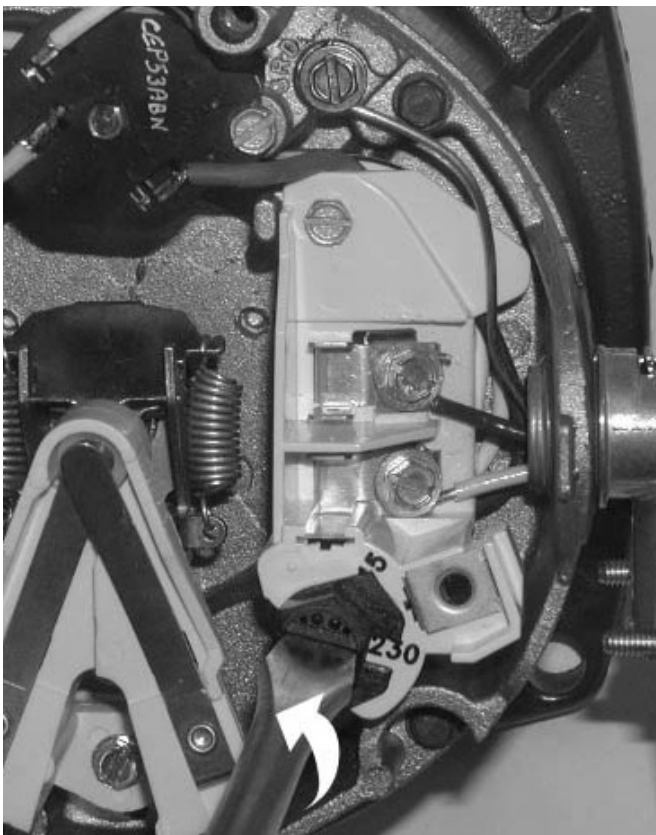

Figura 3 – Cambio de la configuración de tensión
- Paso 7. Conecte los conductores que llevan la corriente a los bornes L1 y L2 bajo el techo del motor. Cuando cambie el motor, inspeccione el diagrama de cableado en la placa de fábrica del motor contra la Figura 3. Si el diagrama de cableado del motor no corresponde a ninguno de los diagramas en la Figura 3, siga el diagrama en el motor.
IMPORTANTE: Los modelos monofásicos de 115/230 voltios se despachan de fábrica con el motor cableado para 230 voltios. Si el suministro de corriente es de 115 voltios, saque el techo del motor y vuelva a conectarlo según se ilustra en la Figura 3. No trate de hacer marchar el motor en el estado que se recibió, si la corriente es de 115 voltios.